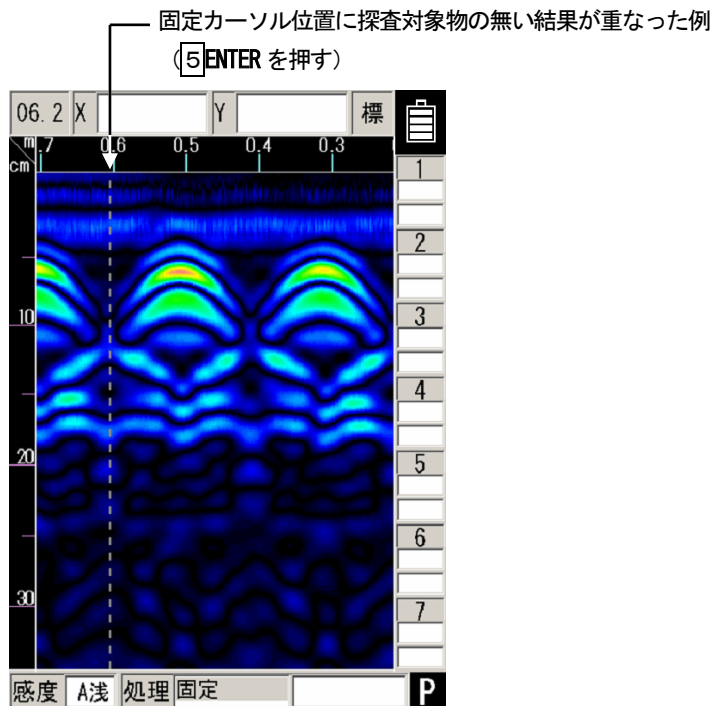

図3-9 リアルタイムマニュアル減算処理の実施
- (4) 固定カーソル位置に探査対象物の無い結果が重なった時、 $\boxed{5}$ ENTER を押します。(図3-9参照)